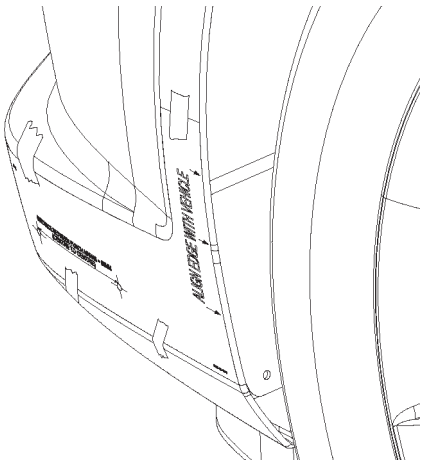

FIGURE 33
7. Aligner le gabarit, appliquer du ruban-cache sur le carénage du véhicule, marquer les deux emplacements des trous à l'aide du pointeau, retirer le gabarit et percer (2) trous de 0,48 cm (3/16 po) dans le carénage. Se reporter à la Figure 33.